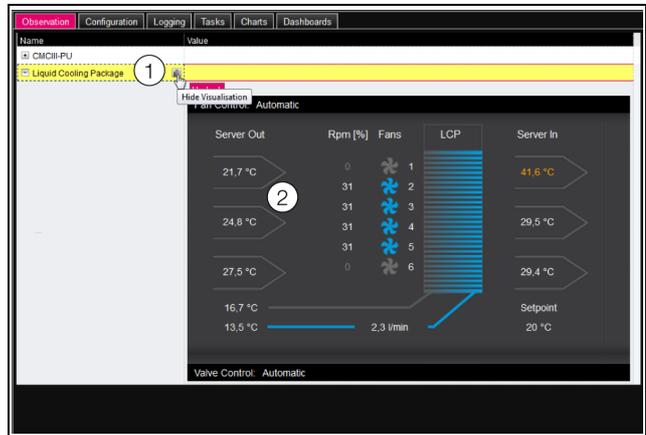

Abb. 116: Grafische Darstellung
Die Anzeige wechselt in die grafische Darstellung (Abb. 116) und alle Status und Drehzahlen der Lüfter, Temperaturwerte der Servereintritts- und -austritts-temperatur sowie die Regelmodi von Lüfter- und Wassersteuerung können auf einen Blick angesehen und durch Klicken auf die Grafik (Abb. 116, Pos 2) verändert werden.
Wenn nach Anwahl der Ebene „Liquid Cooling Package“ die grafische Darstellung (Abb. 116) vorgewählt ist, schalten Sie folgendermaßen auf die Baumdarstellung um:
- Drücken Sie das in Graustufen dargestellte „Grafik“-Symbol hinter dem Eintrag „Liquid Cooling Package“ (Abb. 116, Pos 1).